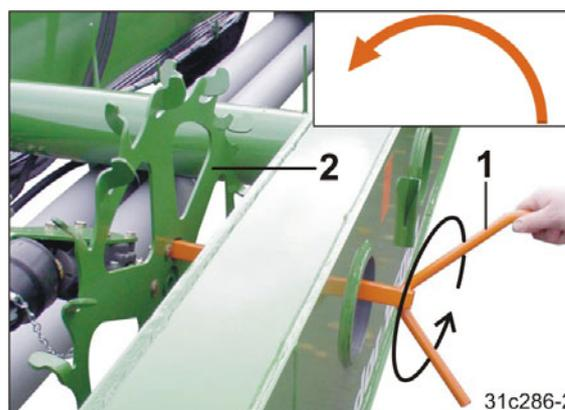

Рис. 161
8. Вставьте рукоятку для установки нормы высева (Рис. 161/1) в колесо с почвозацепами (Рис. 161/2).